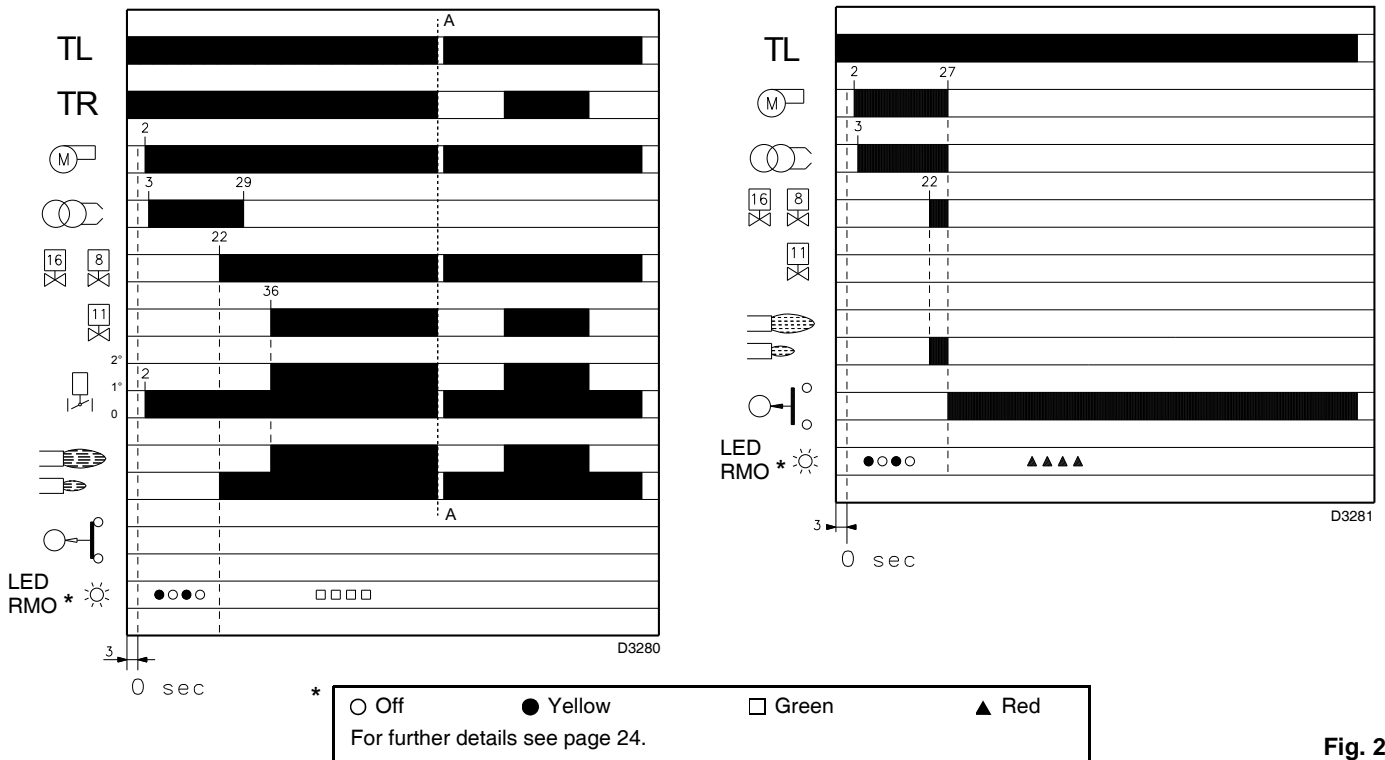
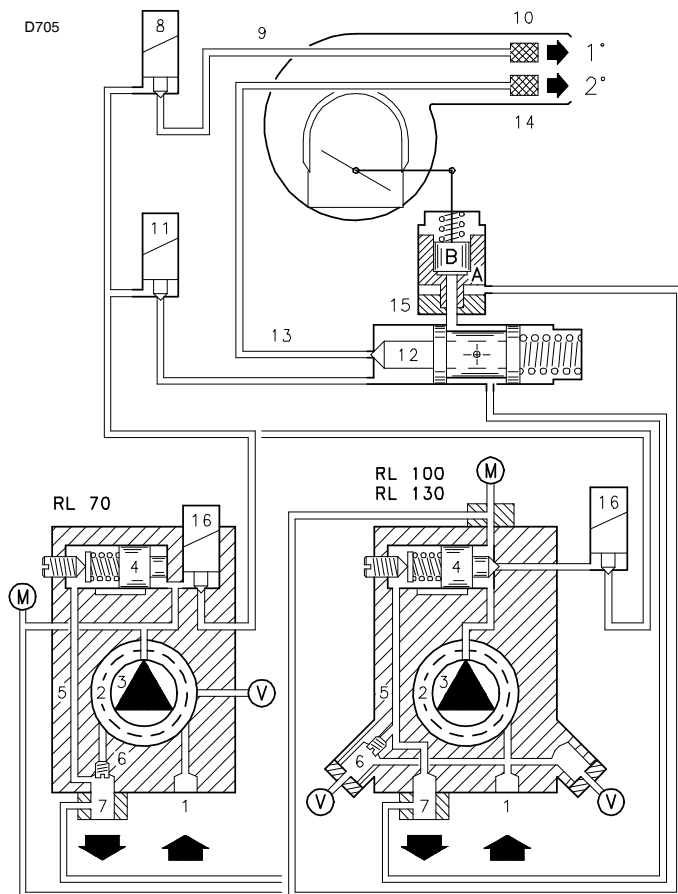

Fig. 26
Fig. 27
8.2.1 Burner starting (Fig. 26) - (Fig. 27)